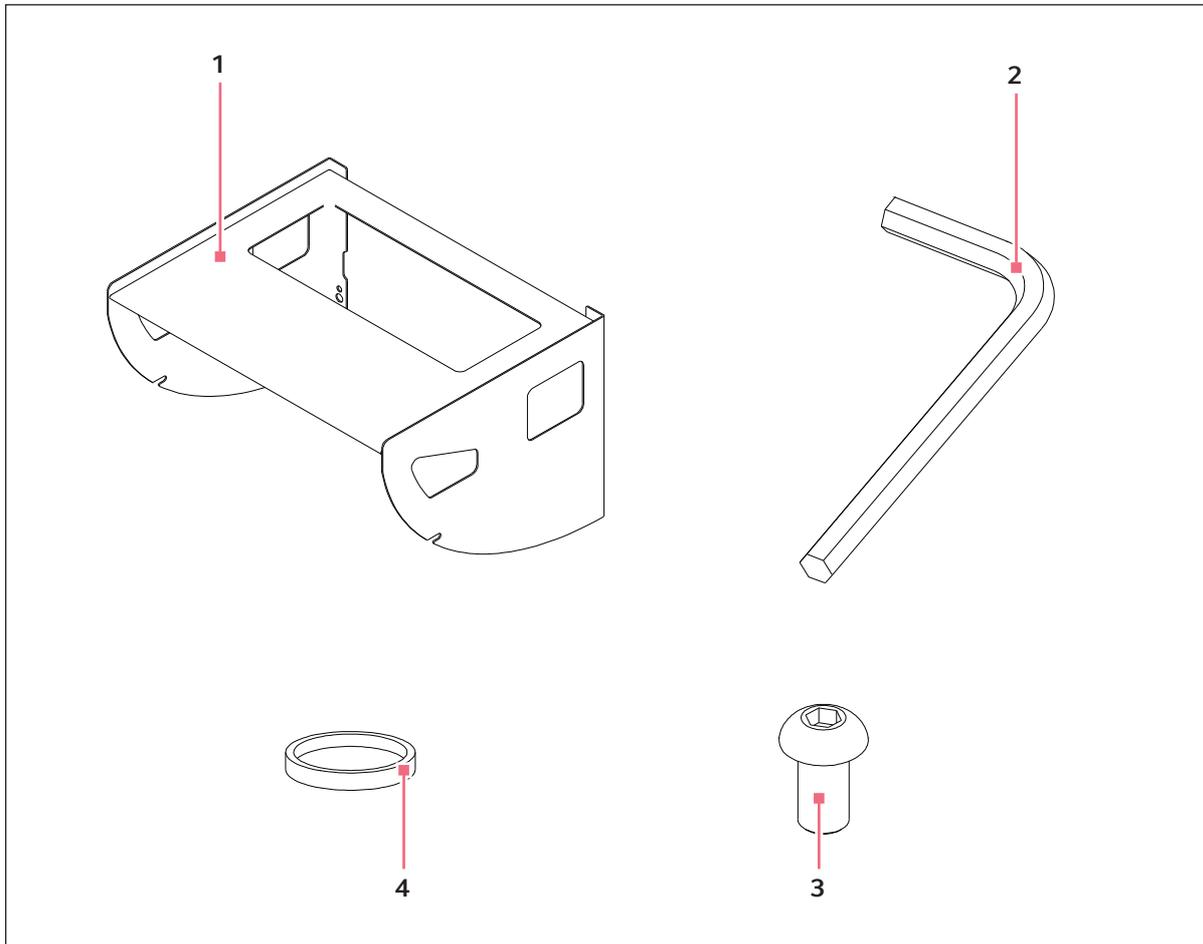

Abb. 11-3: Bestandteile der oberen Stapelkonsole
1. Identifizieren Sie die obere Stapelkonsole, die Rundkopfschrauben M8x16, die Anti-Rutsch-Gummipads (im Lieferumfang des Inkubators enthalten) und den Innensechskantschlüssel (siehe Abb. 11-3 auf S. 77).